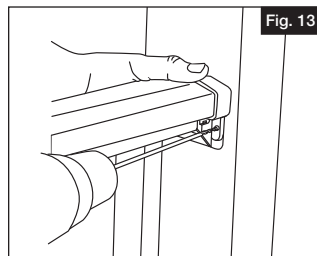
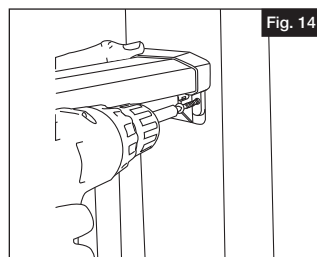

Fig. 13
Fig. 14
Para dar cabida a la expansión del barrote, elevar el travesaño superior aproximadamente $\frac{1}{8}$ " (32 mm). Taladrar los orificios (Fig. 13) para los soportes de montaje con el fin de evitar que se estropee la rosca de los tornillos de acero inoxidable y fijarlos en su sitio con los tornillos suministrados (I) (Fig. 14).